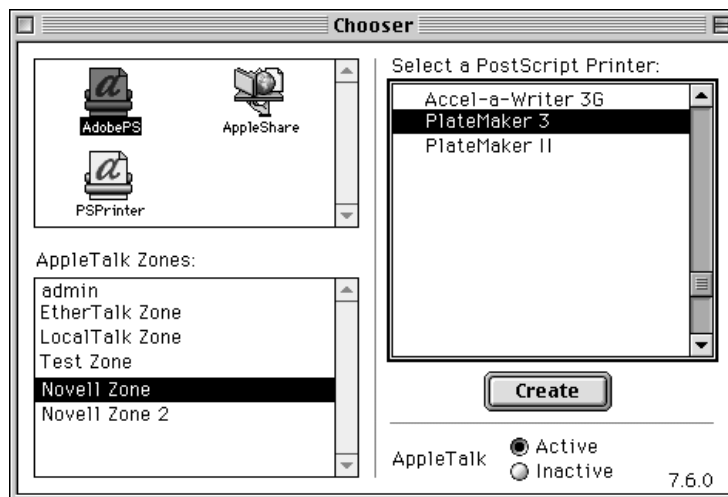

Fig. 3.4 Finestra AdobePS di Chooser
1. Selezionare Chooser dal menu Apple. Appare la finestra di Chooser (fig. 3.4).